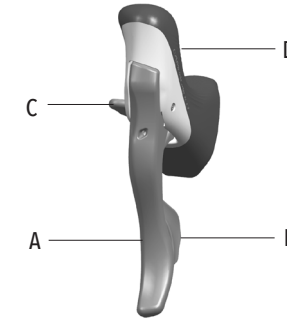

Fig.1
- No toque nunca el disco del freno de disco, ni siquiera cuando la bicicleta está parada. El disco puede alcanzar altas temperaturas y causar quemaduras graves. Preste la máxima atención incluso con la bicicleta en movimiento porque el disco está afilado y podría causar lesiones graves en los dedos en el caso de que los introdujera en las aberturas del disco en movimiento (Fig.1).
- palanca del freno (A - Fig.1)
- palanca externa (B - Fig.1)
- palanca interna (C - Fig.1)
- cubremando (D - Fig.1)
• El accionamiento de la palanca A (Fig. 1) determina el funcionamiento del freno: compruebe, accionando cada mando, a qué rueda corresponde dicho accionamiento.